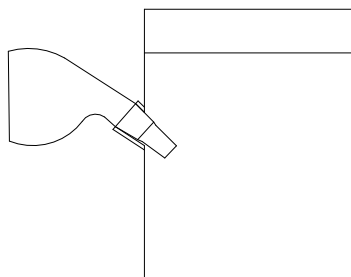

图 6
4. 快速取下电解池进样口旋塞，把进样器按图 6 中所示插入进样口。
5. 按下启动键 (5)，先让仪器自动电解一下（拿下进样塞时，空气会进入池瓶内），待仪器报警达到平衡点后，将进样器旋转 180 度，使样品落入试剂中。